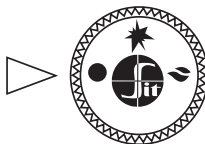

Рис. 9.
- 7.2. В исходном (выключенном) положении ручк упр вления н ходится в положении «точк » (рис. 9). Пилотн я и основные горелки пог шены (под ч г з к ним з блокиров н).
- 7.5. **Выключение пп р т** производится путем поворот ручки в положение «точк » (рис. 9). При этом пилотн я и основные горелки (если горят) пог шнут.